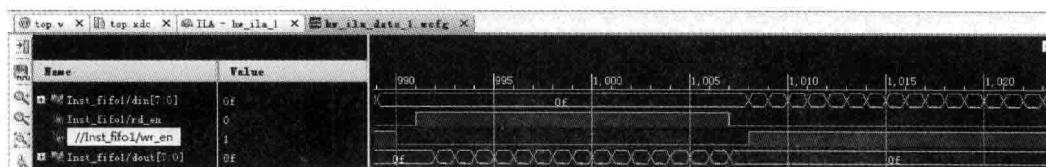

图 3.30 调整后的波形窗口界面
- (24) 在调试界面内，找到 ILA Properties 窗口界面。在该界面中，单击 按钮。
- (25) 单击 和 按钮，将波形调整到合适的位置，如图 3.30 所示，给出了调整后的波形。